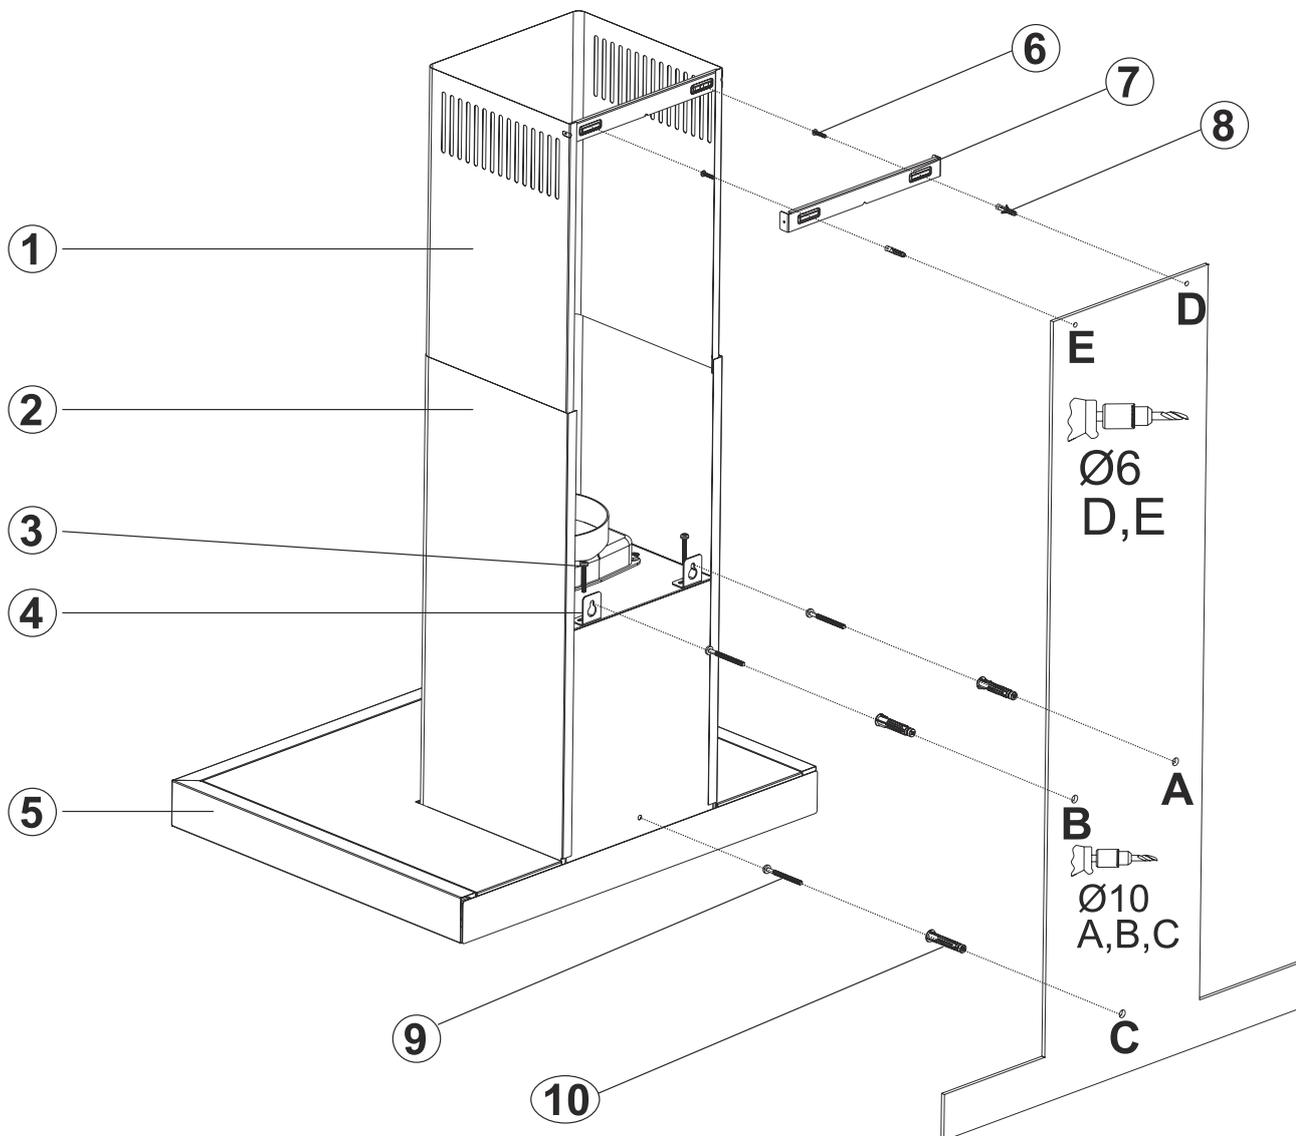

Fig. 12
2. ▶ Fije el patrón de montaje en la pared a la altura especificada (Consulte las distancias mínima y máxima para la encimera, en el patrón de montaje) y las perforaciones A, B y C con las dimensiones especificadas en la plantilla (Fig. 12).
3. ➤ Inserte los taquetes de Ø 10mm en los orificios perforados A, B, C, D y atornille los tornillos (9) de 5,5 x 60 en los puntos A + B de manera que se mantenga un espacio de 5 mm entre la cabeza del tornillo y la pared (Fig. 12).
4. ➤ Fije las placas que cuelga de la campana en el cuerpo de la campana con el perno (3) M5x35 (Fig. 12).
5. ➤ Cuelgue la campana de sus placas colgadas en la pared en los puntos (A, B). Si la campana no es paralela, coloque su forma en paralelo al apretar o aflojar el tornillo M5x35 (3).